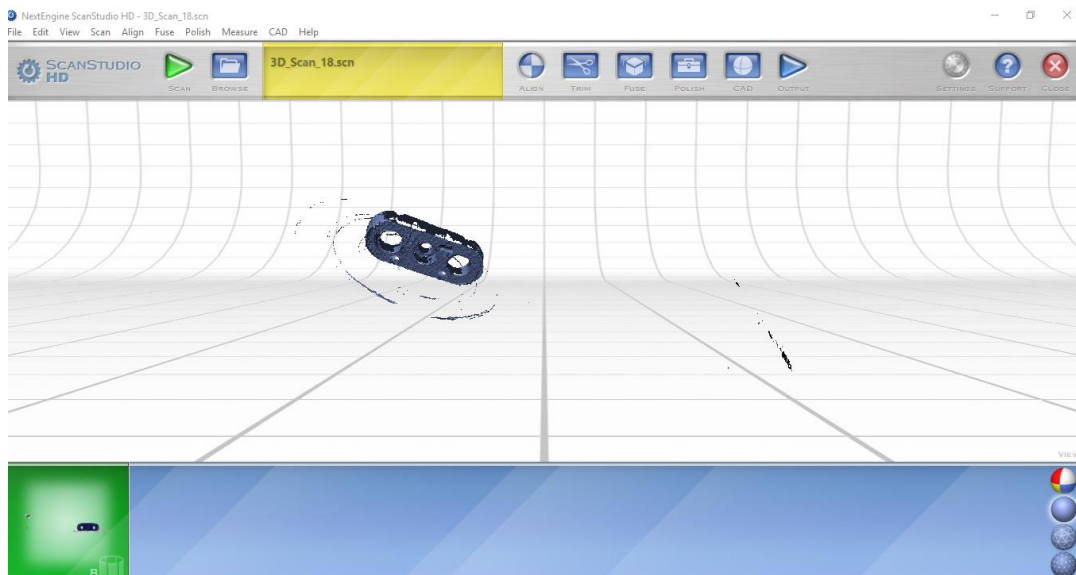

Figura 44. Objeto escaneado.
6. Una vez haya finalizado el proceso la digitalización del objeto se muestra en la Figura 44.